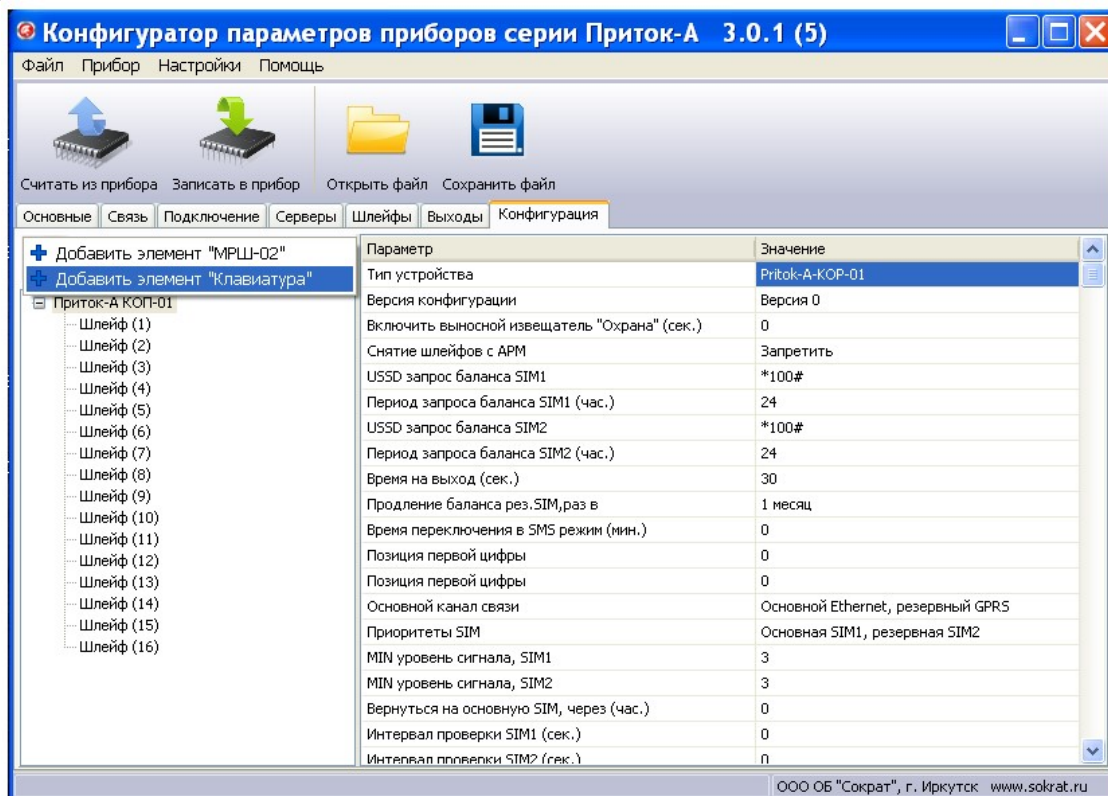

Рисунок 3
2) В окне программы перейдите во вкладку «**Конфигурация**». Появится окно настроек параметров клавиатуры (см. рис. 3).